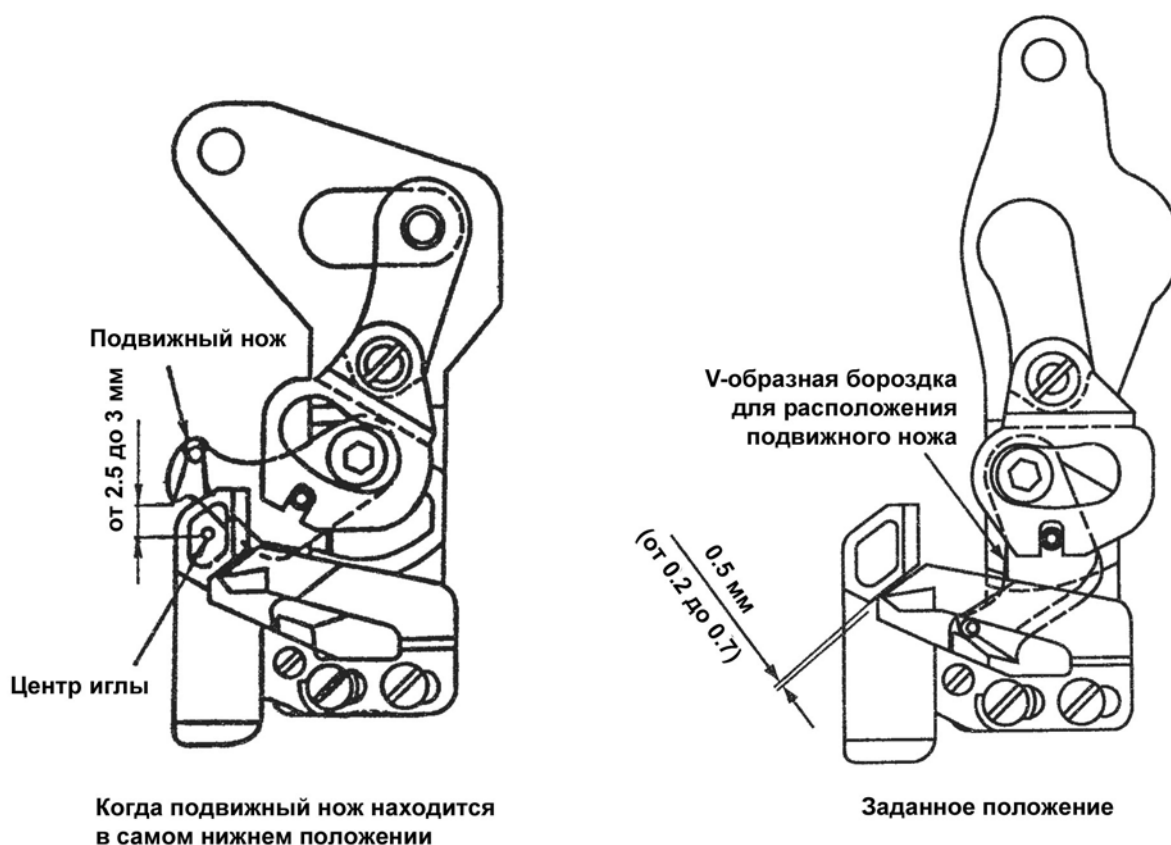
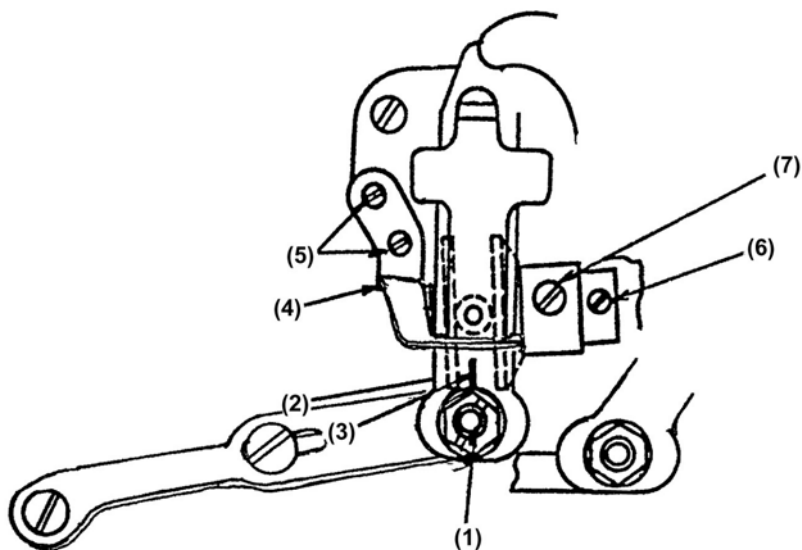

Рис. 14
Рис. 15
Настройка осуществляется посредством изменения правого и левого положения шарнирного пальца подвижного ножа (Рис. 15 (1)), когда машина остановлена.
- Ослабьте контргайку шарнирного пальца подвижного ножа (Рис. 15 (1)).
- В соответствии с заданным положением, показанном на Рис. 14, сдвиньте шарнирный палец подвижного ножа в направлении влево и вправо так, что V-образная бороздка (Рис. 14), предназначенная для размещения подвижного ножа на основании крепления ножа была совмещена с краем подвижного ножа.
- Отрегулируйте положение ножа так, чтобы центр шарнирного пальца подвижного ножа был совмещен с V-образной бороздкой (Рис. 15 (2)) центра выемки на ручке привода ножа (Рис. 15(3)), и затяните контргайку, чтобы зафиксировать штифт.
- Ослабьте два установочных винта (Рис. 15 (4)) в ограничителе ручки привода (Рис. 15 (5)).
- Передвиньте ручку привода ножа (Рис. 15 (2)) таким образом, чтобы V-образная бороздка (Рис. 14) на установочной пластине ножа совмещалась с краем подвижного ножа, прижмите ее к ограничителю ручки привода (Рис. 15 (4)) в этом положении, и затяните установочные винты (Рис. 15 (5)).
- Ослабьте два соответствующих установочных винта в кулачке приспособления для обрезки нити (Рис. 15 (7)) и манжете кулачка (Рис. 15 (6)).
- Поверните кончиком пальца установочный винт № 2 (Рис. 15 (7)) в кулачке приспособления обрезки нити так, чтобы он переместился на эту сторону, и прижмите захват нитепритягивателя вправо, когда установочный винт переместится на эту сторону.
- Временно затяните установочный винт № 2 (Рис. 15 (7))